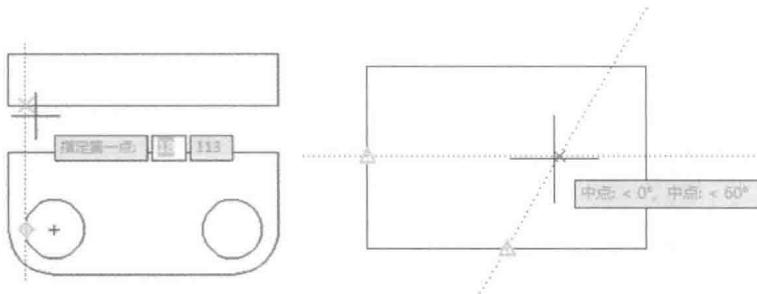

图 1-17 对象捕捉追踪
(3) 对象捕捉追踪（简称对象追踪） 对象捕捉追踪功能以一个对象捕捉点为中心，在给定的极轴增量角方向上显示追踪线（虚线），可在该线上获取指定距离的点、与对象的交点，或在两条追踪线上获得交点等，如图 1-17 所示。